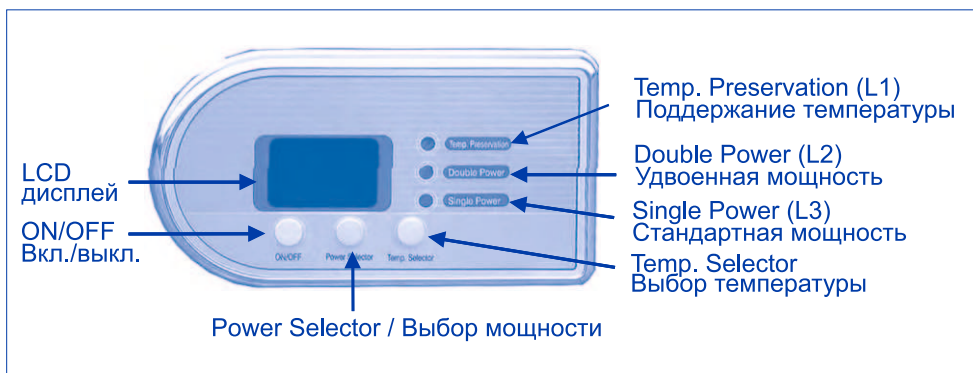

Рис. 5. Электронная панель управления (вариант 1)
4.2. На съёмном фланце смонтированы трубчатый электронагреватель (ТЭН) и датчики термостата и термовыключателя. ТЭН служит для нагрева воды и управляется термостатом, который имеет плавную регулировку температуры до +75°C. Термостат автоматически поддерживает температуру воды на уровне, установленном пользователем. Ручка регулировки температуры расположена на механической панели управления. Модели с электронным управлением имеют сенсорный регулятор (Рис. 5).
Индикатором режима работы ЭВН моделей 30л - 150л служат лампы подсветки клавиш выбора мощности: светятся при нагревании воды и гаснут при достижении установленной на термостате температуры нагрева воды. В моделях с электронным управлением по варианту 1 индикация осуществляется контрольной лампой L1 (Рис. 5) - она загорается при достижении заданной температуры. В моделях с электронным управлением по варианту 2 индикация осуществляется индикатором нагрева (Рис. 6) - движущиеся светящиеся деления которого отображают динамику нагрева и постоянно горят при достижении заданной температуры.
### 7.2. Модели с электронным управлением по варианту 1 (Рис. 5)